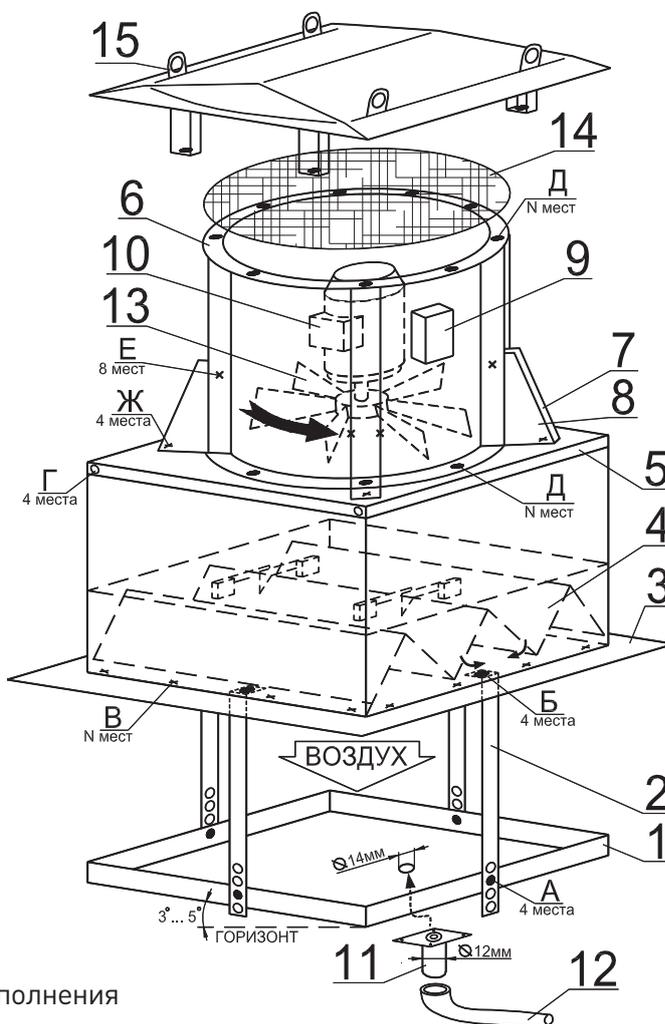

Рисунок 16. Схема монтажа вентилятора крышного исполнения
Клапан крепится непосредственно к стакану монтажному до его установки на кровлю здания (см. рисунок 16).
Клапан крепится на штатные «глухие бонки» во фланце стакана (поз. В, рис. 16).
Верхние концы подвесов поддона (поз.2) крепятся на штатные «глухие бонки» во фланце стакана (поз. Б, рис. 16).
Нижние концы подвесов поддона (поз.2) крепятся на штатные отверстия в бортах поддона (поз. А рис. 16).
Поддон рекомендуется устанавливать с небольшим наклоном в удобную сторону слива (см. рисунок 16) для чего в планках подвеса (поз.2) сделан ряд отверстий для регулировки его крепления по высоте.
Для установки на поддон сливного патрубка (поз.11) для отвода конденсата необходимо в месте его размещения на дне поддона просверлить отверстие $\varnothing 14\text{мм}$ (см. рисунок 16). Крепление патрубка осуществляется прилагаемыми саморезами снизу (уплотнительной прокладкой к поддону). Дополнительной герметизации патрубка не требуется.
Вентилятор монтируется на стакан посредством установки через опорную плиту (поз.5, рис.16). Порядок монтажа:
1. Опорная плита крепится к вентилятору по его нижнему фланцу (поз. Д, рис.16).
2. Для вентиляторов типоразмеров 63 и выше в комплект плиты опорной дополнительно входят уголки усиления (рис.16, поз.7 и 8), крепление которых производится после установки вентилятора на плиту.
Крепление уголков к опорной поите производится в местах Ж (рис.16).
Левый уголок (рис.16, поз.7) устанавливается первым, правый (рис.16, поз.8) устанавливается на него сверху.
- крепление уголков к ребрам корпуса вентилятора производится в местах Е (рис.16).
- 3. Опорная плита, вместе с вентилятором, устанавливается и закрепляется на стакане на штатные «бонки» во фланце стакана (поз. Г, рис.16).
Адаптер крепится непосредственно к стакану монтажному (допускается производить монтаж клапана как до, так и после установки стакана на кровлю здания (см. рисунок 16). Обратный клапан при этом устанавливать не требуется.
Адаптер крепится на штатные «глухие бонки» во фланце стакана (поз. В, рис.16).
Противопожарный клапан крепится к отверстиям (поз. А, рис.16) индивидуальным крепежом. Диаметр отверстий А в адаптере - 11мм.